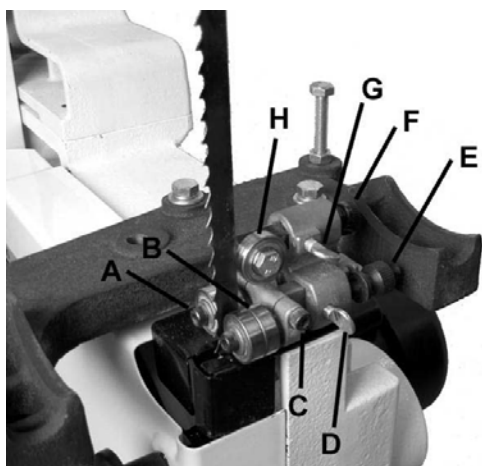

Рисунок 12.
3. Ослабьте барашек (G, Рис. 12) и поверните ручку с накаткой (F, Рис. 12), чтобы сдвинуть упорный подшипник (H, Рис. 12) внутрь или наружу, пока подшипник не будет на расстоянии 0,4 мм за полотном.
4. Затяните барашек (G, Рис. 12).
5. Ослабьте барашек (D, Рис. 12) и поверните ручку с накаткой (E, Рис. 12), чтобы сдвинуть скобу направляющего блока внутрь или наружу, пока передняя кромка направляющих подшипников не будет чуть позади впадин зубьев полотна.
6. Затяните барашек (D, Рис. 12).
7. Ослабьте фиксирующий винт (C, Рис. 12) и поверните направляющие подшипники (B, Рис. 12), повернув эксцентрик (A, Рис. 12) торцевым шестигранным ключом 4 мм в комплекте. Направляющие подшипники должны быть так близко к полотну, как только возможно без сдавливания.
8. Затяните фиксирующий винт (C, Рис. 12).
3. Если настройку нужно произвести влево или вправо, слегка ослабьте четыре винта (А, Рис. 12а) и произведите легкую поднастройку направляющей стойки. Затяните винты, когда процесс завершен.
4. Если требуется произвести настройку вперед-назад, это делается затягиванием или ослаблением винтов (В, С, Рис. 12а). Верхние установочные винты (В, Рис. 12а) отводят направляющую стойку назад (если стоять напротив станка), в то время как нижние установочные винты (С, Рис.12а) отводят направляющую стойку вперед.
Рисунок 12а.